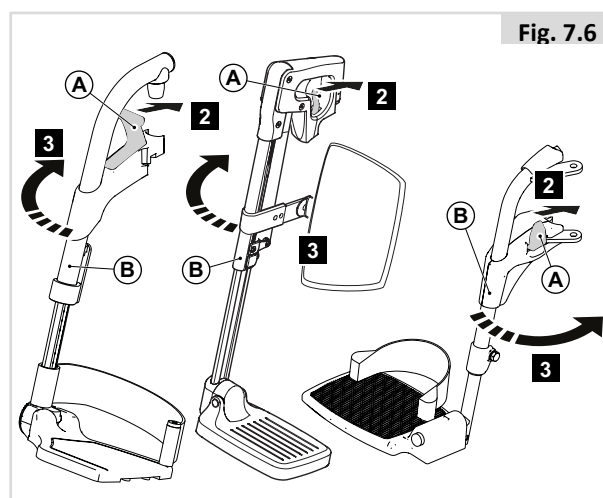

Fig. 7.6
7.5 Apoios para as pernas articulados (Fig. 7.6)